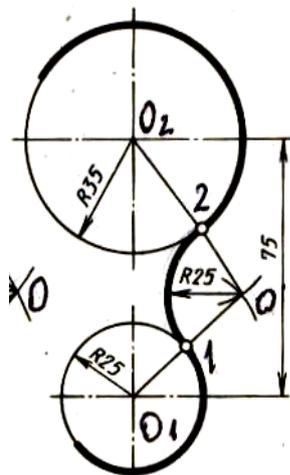

Рисунок 28 – Внешнее сопряжение двух дуг
**6) Построение внешнего сопряжения двух дуг радиусом 25мм и 35мм дугой радиусом 25мм (рисунок 28).**